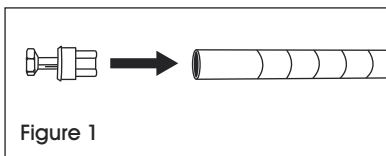

Figure 1
1. Veillez à positionner le montant comme illustré. (Voir Figure 1)